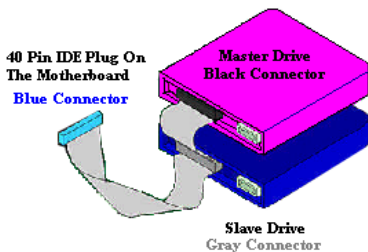

図 2-10. ATA/66 ケーブルの接続方法
- 黒いコネクタをマスター HDD のプラグに差し込みます。次にグレイのコネクタをスレーブドライブ (セカンダリ HDD、CD-ROM、テープドライブなど) のプラグに差し込みます。図 2-10 を参照してください。